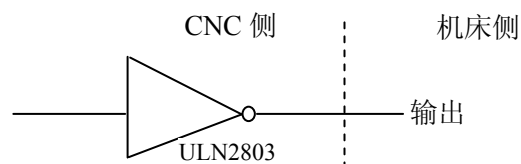

图 2-36
2、TL+、TL-为刀架正、反转输出信号，内部电路如下图 2-36 所示：